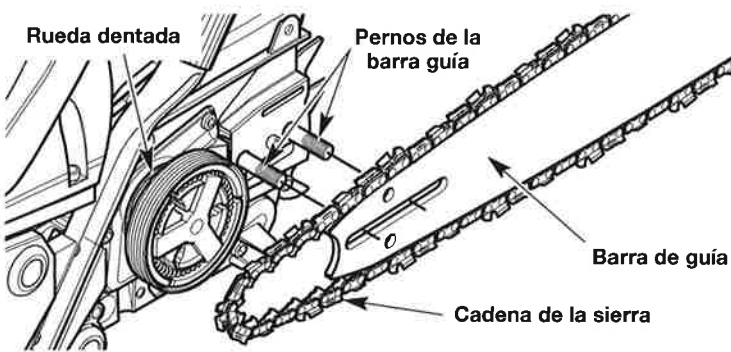

Fig. 31
5. Retire la barra guía y la cadena de la sierra de los pernos de la barra guía (Fig. 31).
3. Mantenga la cadena de la sierra y la barra guía juntas en la posición sobre la unidad. Enganche la cadena de la sierra alrededor de la rueda dentada de impulsión e instale la barra guía sobre los pernos de la barra guía (Fig. 31). Compruebe que la barra guía esté al ras contra la superficie de montaje. Compruebe que las partes planas sobre la cadena de la sierra están en los surcos de la rueda dentada de impulsión.